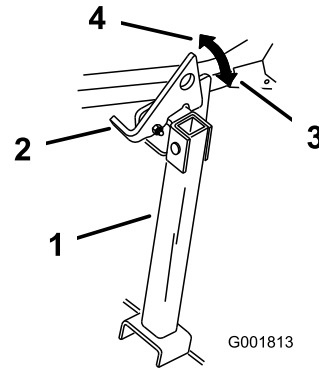

Bild 47
2. Heben Sie den Riegel in die entsicherte Stellung an (Bild 47).